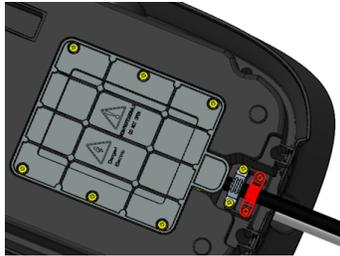

Abbildung 14: Montieren Sie die Kabelabdeckung und die Kabeldurchführungsklemme
- Verwenden Sie sechs M4x12-Schrauben zum Festziehen des Kabelfachdeckels und zwei M4x12-Schrauben zum Festziehen der Quetschhülse. Beachten Sie, dass es je nach Stärke des ankommenden Kabels zwei Positionen für die Quetschhülse gibt. (Abbildung 14)